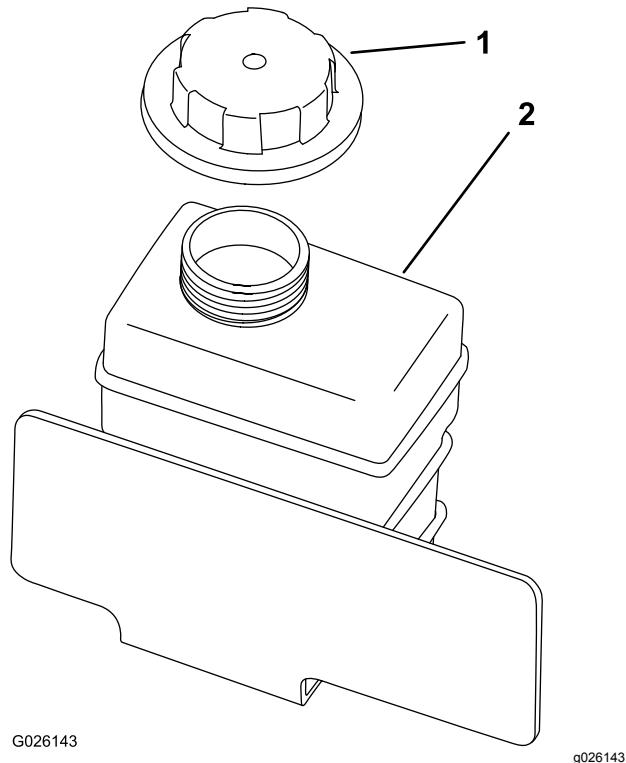

图53
8. 缓慢向储液箱加注冷却液直至液位达到加油颈底部 图53。
9. 安装储液箱盖 图53。